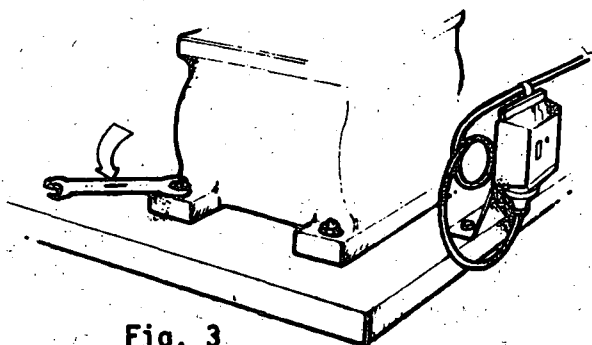

Fig. 3
- b Retire os parafusos que fixam o compressor na sua base (fig. 3).